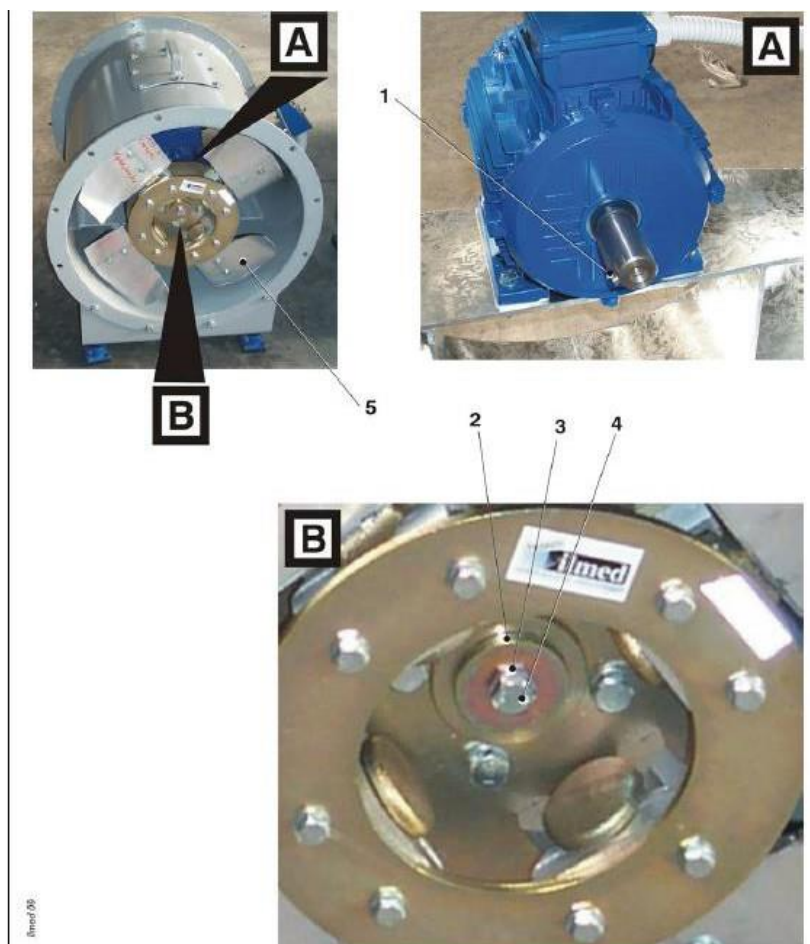

Рисунок 2-2: Установка рабочего колеса вентиляторов серий CFF / GFF-08 / LFF
5. Поднимите рабочее колесо вентилятора (5, Рисунок 2-2) и установите его на вал привода.
6. Вставьте шпонку вала привода (1).
7. Закрепите рабочее колесо на валу привода с помощью большой шайбы (2), малой шайбы (3) и винта (4).
5. Установите узел шкива (12) со стороны электродвигателя на его выходном валу (9).
6. Закрепите узел шкива в положении (12) на выходном валу электродвигателя, вставив коническую втулку (13), и закрепив ее двумя винтами (14).
8. Установите ремни трансмиссии (15) между двумя узлами шкивов.
14. Поднимите рабочее колесо вентилятора (5, Рисунок 2-2) и установите его на вал привода.
15. Вставьте шпонку вала привода (1, Рисунок 2-2).
16. Закрепите рабочее колесо вентилятора на валу привода винтом (4, Рисунок 2-2), большой шайбой (2, Рисунок 2-2) и малой шайбой (3, Рисунок 2-2).
6. Установите узел шкива (13) со стороны электродвигателя на его выходном валу (9).
7. Закрепите узел шкива в положении (13) на выходном валу электродвигателя, вставив коническую втулку (14), и закрепив ее двумя винтами (15).
9. Установите ремни трансмиссии (16) между двумя узлами шкивов.
15. Поднимите рабочее колесо вентилятора (5, Рисунок 2-2) и установите его на вал привода.
16. Вставьте шпонку вала привода (1, Рисунок 2-2).
17. Закрепите рабочее колесо вентилятора на валу привода винтом (4, Рисунок 2-2), большой шайбой (2, Рисунок 2-2) и малой шайбой (3, Рисунок 2-2).